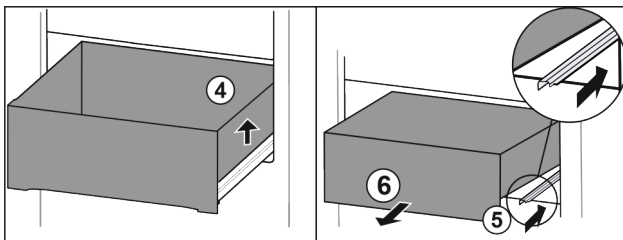

Fig. 97
- ▶ Schubfach rechts anheben. Fig. 97 (4)
- ▶ Rechte Schiene einschieben. Fig. 97 (5)
- ▶ Schubfach nach vorne entnehmen. Fig. 97 (6)